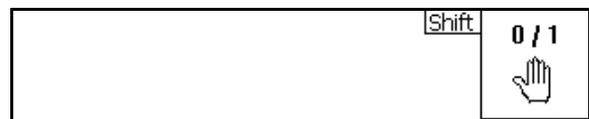

Fig. 12
- Si la tecla Shift está activa, se indica en la pantalla (Fig. 12).